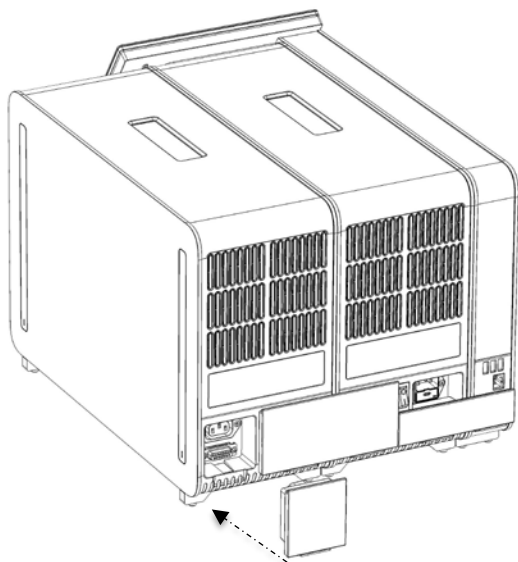

Figure 19. Connexion du pont de fin.
7. Connectez le pont de fin à l'arrière du module analytique (figure 19).